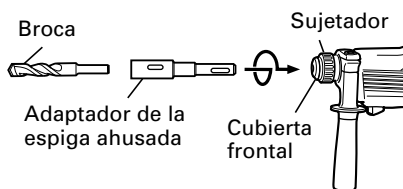
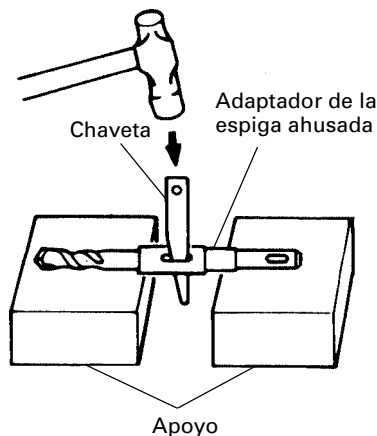

Fig. 15
Fig. 16
- (1) Montar el adaptador de la espiga ahusada en el martillo giratorio (Fig. 15).
- (2) Montar la broca (espiga ahusada) en el adaptador de la espiga ahusada (Fig. 15).
- (3) Poner el interruptor en la posición de encendido (ON), y taladrar un agujero de la profundidad especificada.
- (4) Para quitar la broca (espiga ahusada), insertar la chaveta en la ranura del adaptador de la espiga ahusada y golpear la cabeza de la chaveta con un martillo. Usar apoyos como se muestra en la Fig. 16.